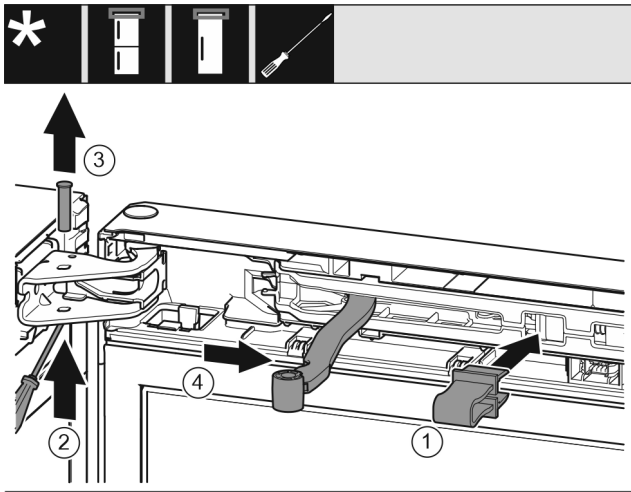

Fig. 10
- Kapni siguresën Fig. 10 (1) në vrimën përkatëse.
- Zhvidhosni bulonin Fig. 10 (2).
- Nxirreni jashtë bulonin Fig. 10 (3) duke e ngritur lart.
- Ktheni menteshën Fig. 10 (4) në drejtimin e derës.